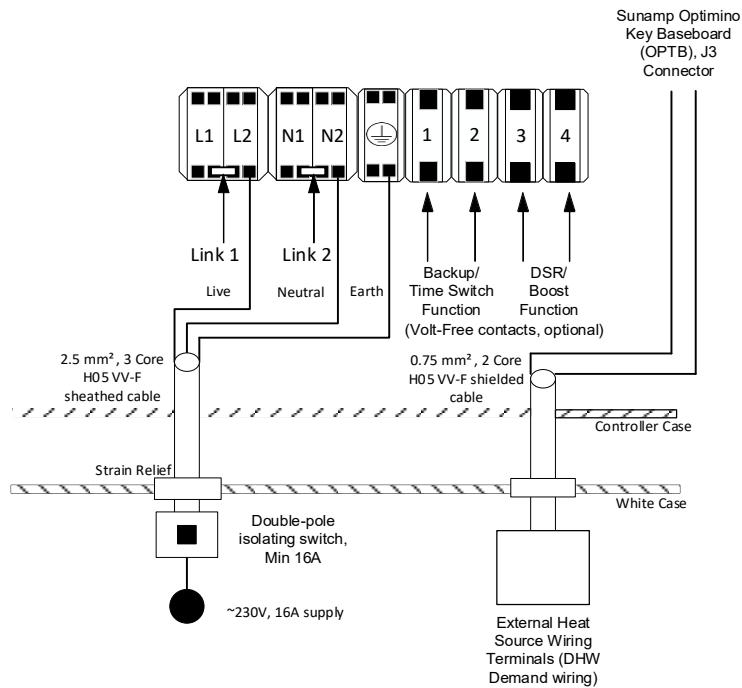

Figura 11 – Cablaggio della batteria termica Thermino xPlus senza deviatore fotovoltaico
- Senza collegamento per l'impianto fotovoltaico, seguire la Sezione 6.4.1, Figura 11.